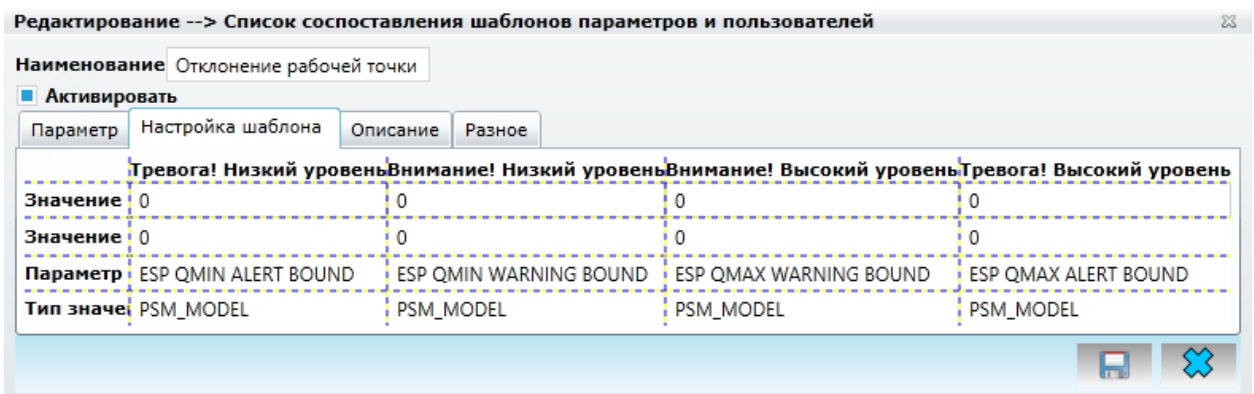

Рисунок 27. Настройка шаблона параметра
- Значения, вычисляемые автоматически (напр., рабочая точка зависит от характеристик насоса) (Рисунок 27);